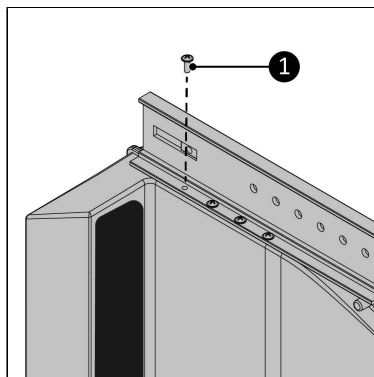

Figura 88.
6. Înșurubați șina principală la ieșire folosind cele opt șuruburi de 3,5 x 12 mm (Figura 88, nt. 1). Asigurați-vă că toate găurile șuruburilor se potrivesc.